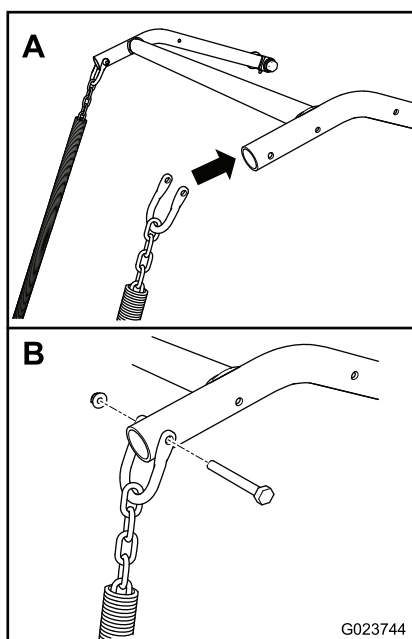

Figura 12
3. Alinhe cada aro com o lado adequado da elevação do acessório na máquina (Figura 12).